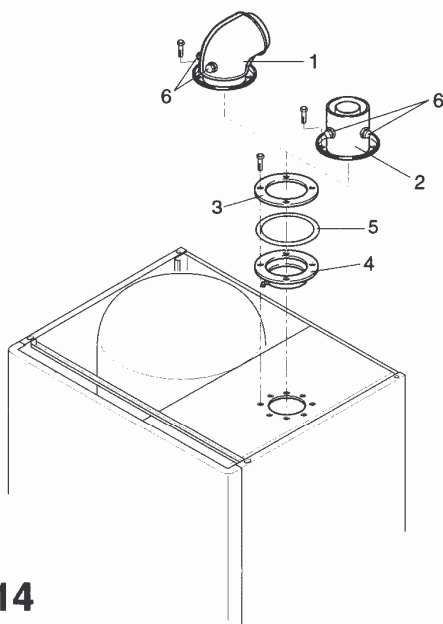

Fig. 14
Se si scelgono condotti coassiali orizzontali occorre che la caldaia sia munita di una curva di raccordo coassiale (1), mentre per l'esecuzione coassiale verticale si dovrà installare il raccordo (2). (Fig. 14)